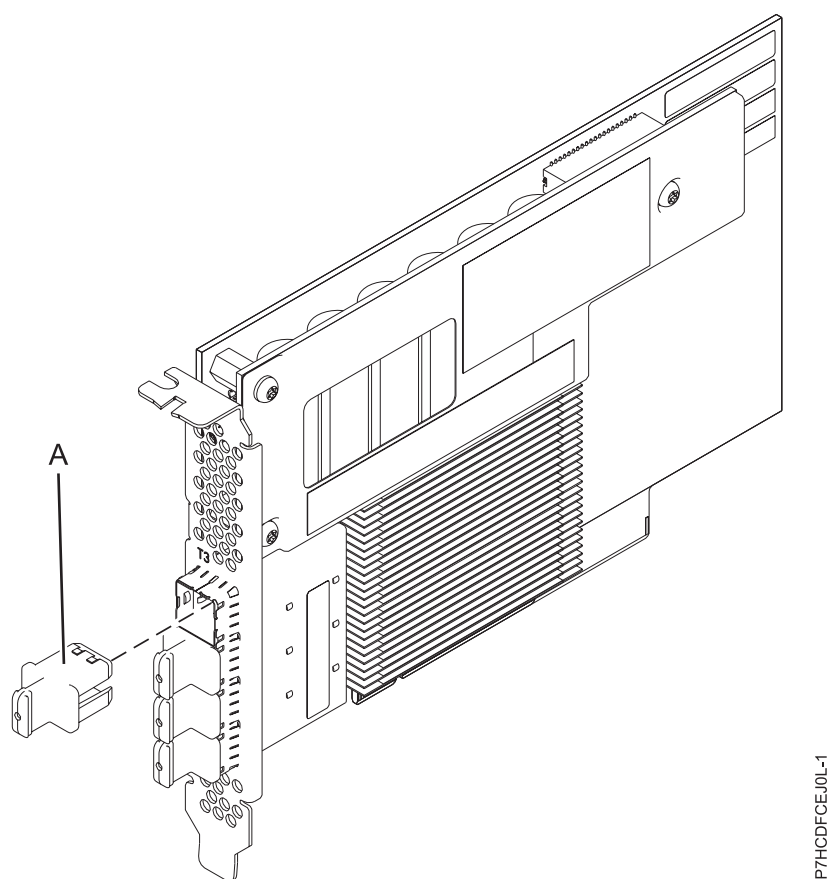

Figura 13. Adaptador SAS RAID PCIe3 amb 12 GB memòria cau i 6 Gb
Figura 13 mostra l'adaptador SAS RAID de memòria cau PCIe3 de quatre ports amb 12 GB i 6 Gb. L'endoll del connector (A) es troba en un port buit i impedeix danys en aquest port sempre que s'endollin o s'extreguin cables de connectors de port adjacent.
L'FC EJ0L és un adaptador curt d'amplada única i altura completa. La Figura 13 mostra l'adaptador FC EJ0L. Cada FC EJ0L requereix un altre FC EJ0L en aquest servidor o en un altre servidor que es combina amb l'adaptador SAS RAID i permet el funcionament de la memòria cau i altres funcions de disponibilitat de multiiniciador i d'alta disponibilitat (IOA d'emmagatzematge dual).